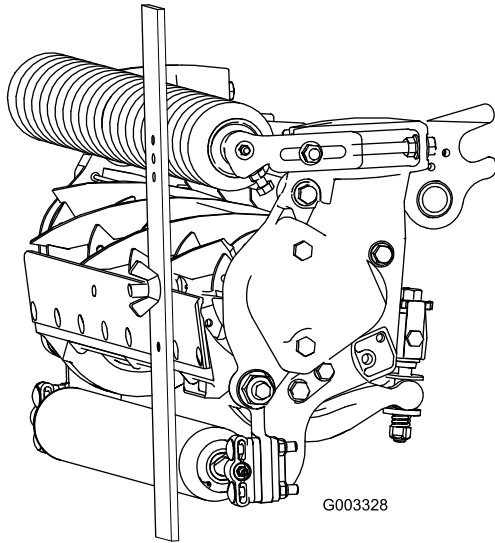

Figure 25
4. Accrochez la tête de la vis sur le bord tranchant de la contre-lame et appuyez l'arrière du gabarit contre le rouleau arrière (Figure 25).
5. Tournez la vis de réglage jusqu'à ce que le rouleau avant touche le gabarit (Figure 25). Réglez les deux extrémités du rouleau jusqu'à ce que celui-ci soit parfaitement parallèle à la contre-lame.